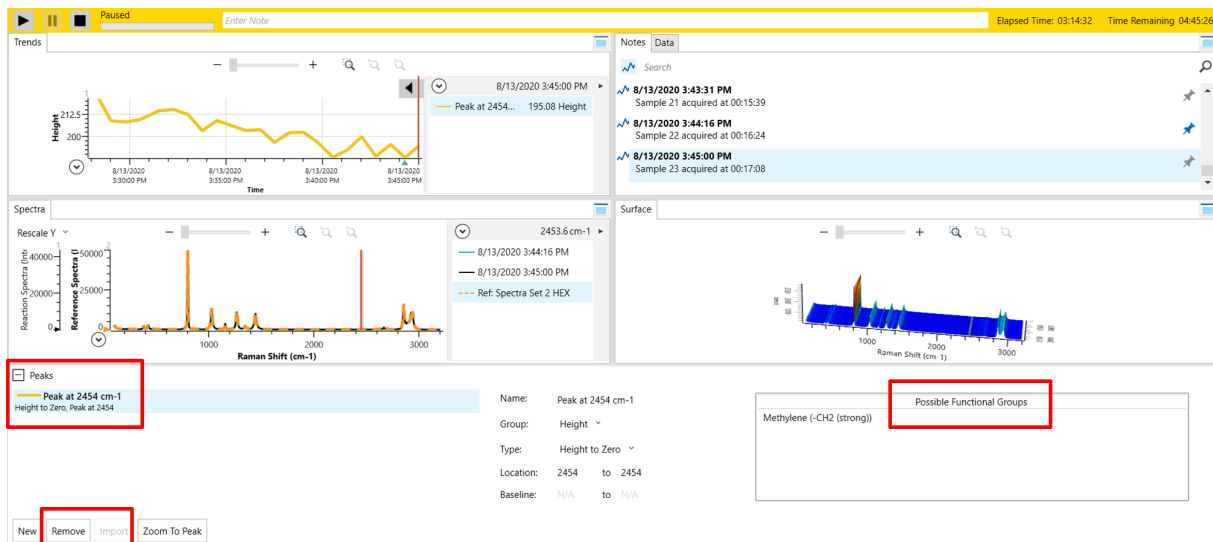

图 4-6 样品原位测试界面
**【Solvent Subtraction】**：有两种方法扣除溶剂谱图，第一种方法是点击**【Add spectra】**直接选择一张以前的溶剂谱图进行扣除。第二种方法在图 4-6 右上角的**【Notes】**窗口中，选中最开始未加其他反应物的某一时间点，点击**【Created From Selected】**创建一张溶剂图谱，最后再点击**【Solvent Subtraction】**可以对溶剂信号进行扣除。